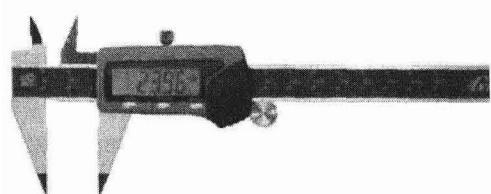
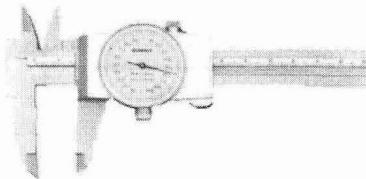

图 1.2-3 数显卡尺
图 1.2-4 带表卡尺
(2) 游标卡尺的测量范围和精度。三用游标卡尺按测量范围有 0~125 mm 和 0~150 mm 两种;双面量爪游标卡尺按测量范围有 0~200 mm 和 0~300 mm 两种。游标卡尺的适用范围一般在 IT11~IT16。
(3) 其他游标卡尺。
① 电子数显卡尺及带表卡尺。电子数显卡尺如图 1.2-3 所示。其特点是读数直观准确、使用方便且功能多样。当电子数显卡尺测得某一尺寸时,数字显示部分就清晰地显示出测量结果。可用米制和英制两种长度单位分别进行测量。图 1.2-4 所示为带表卡尺。